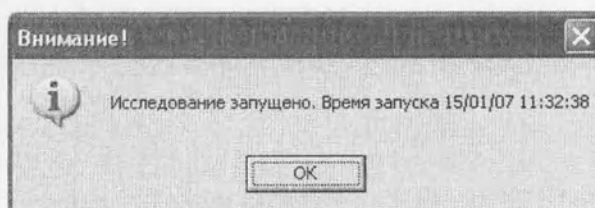

Рисунок 7 – Исследование началось
3.3.4 В пункте меню **Исследование** нажать кнопку **<Запуск исследования>** и получить информацию (рисунок 7):